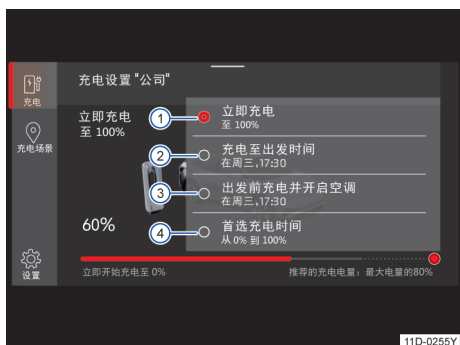

图 134 预约充电设置
预约充电设置完成后，在进行充电选择时，会出现相应选项，勾选目标即可。→图 134 ① 、 ② 、 ③ 、 ④ 选项条目视充电设置而定。